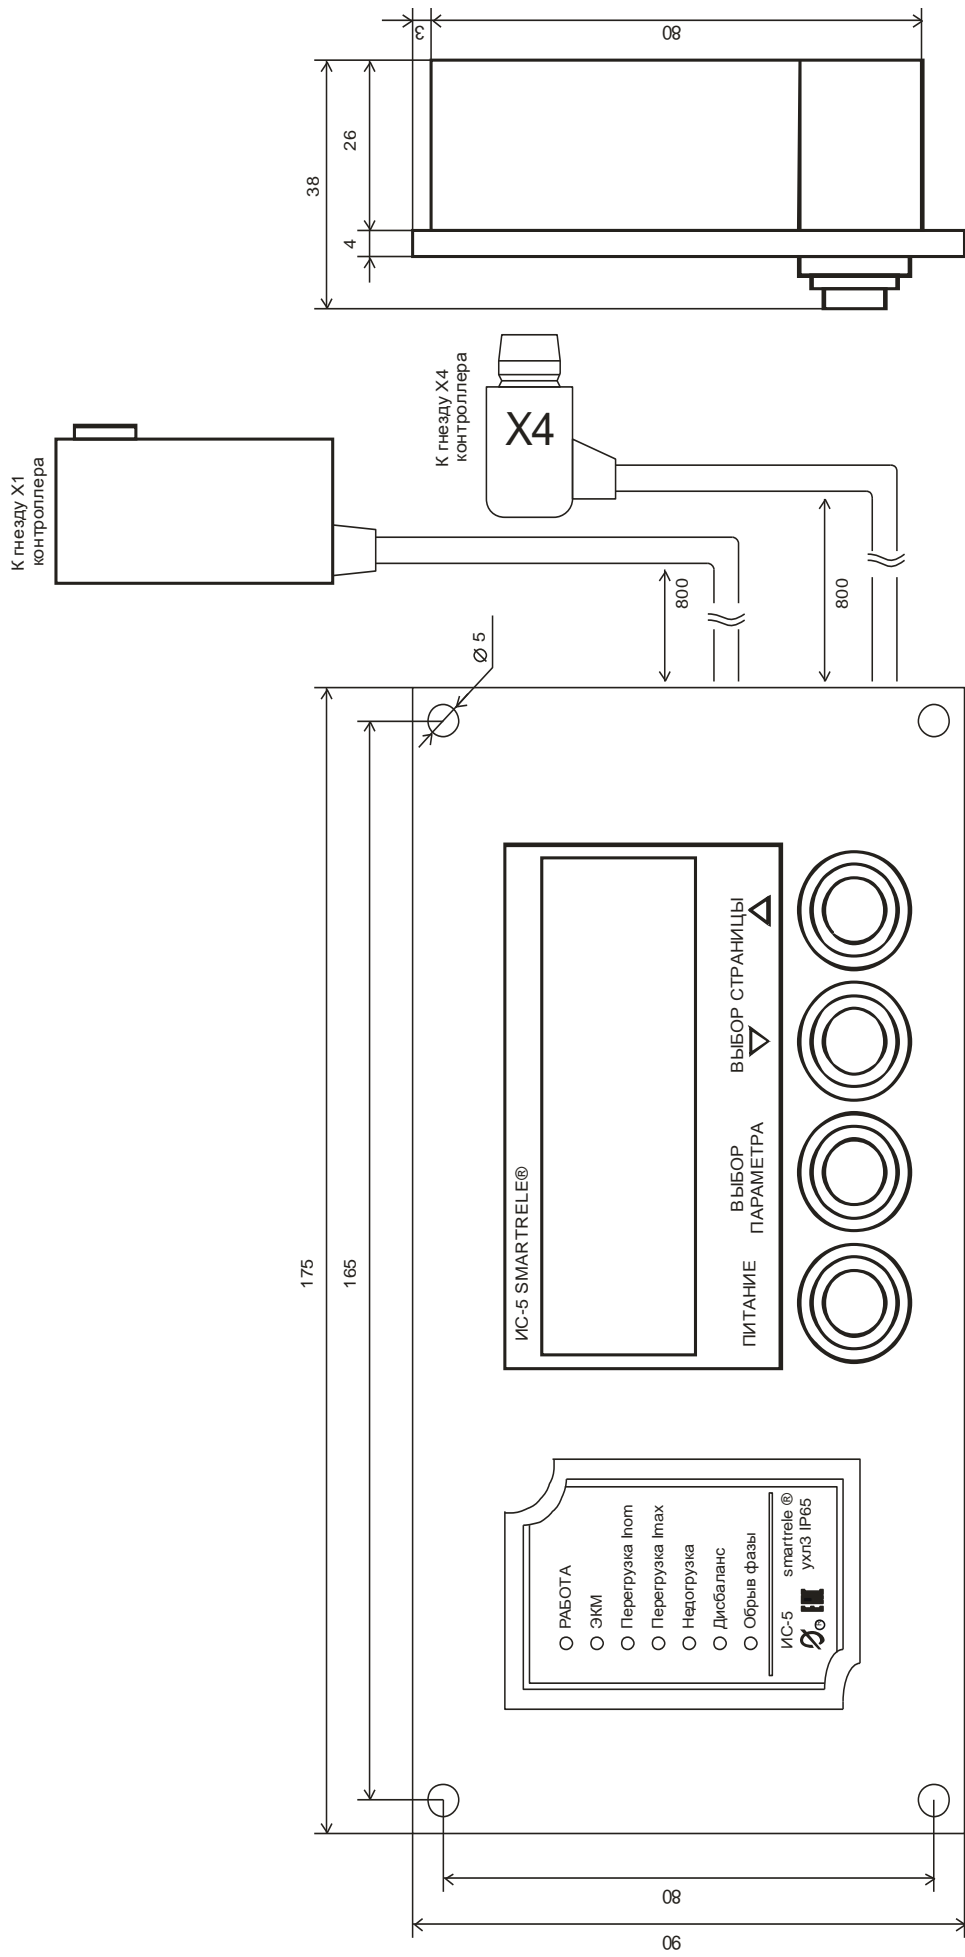

Рисунок 3 – Внешний вид и схема подключения индикатора сигнального ИС5
2.5 Модуль ИС5 (Индикатор сигнальный ИС5) (рис.3) представляет собой панель с расположенными на ней светодиодными индикаторами, дисплеем и кнопками управления. Модуль обеспечивает индикацию режима работы электроустановки, программирование и считывание информации прибора защиты. Модуль предназначен для установки на электрический щит (шкаф, место оператора).